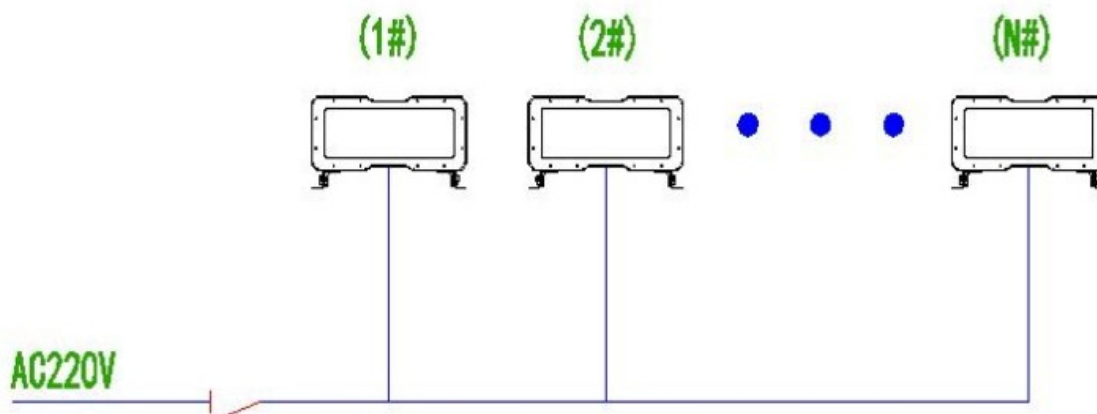

Рисунок 5. Принципиальная схема линий подключения
8.6.1 **Проверка соединений:** перед подачей напряжения необходимо убедиться в правильности монтажа согласно электрической схеме (Рисунок 5).